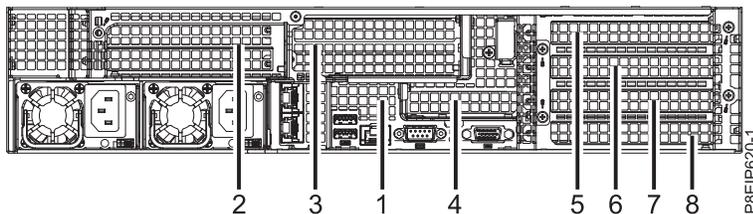

Figura 26. Posiciones del adaptador PCIe 8001-22C
2. Un adaptador GPU puede compartir una tarjeta de expansión PCIe con otros adaptadores. Las GPU pueden estar en las posiciones 3 y 5. Consulte la Figura 26.